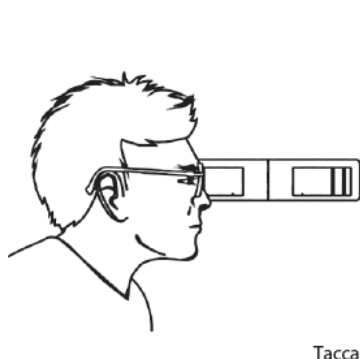

Fig. 9a
- b. L'ottico esegue la misurazione stando a fianco del paziente, che preferibilmente è in controluce. Posizionare lo strumento orizzontalmente (vedere Fig.9a) e puntare la tacca sulla parte superior della cornea del paziente che indossa i suoi occhiali da vista.